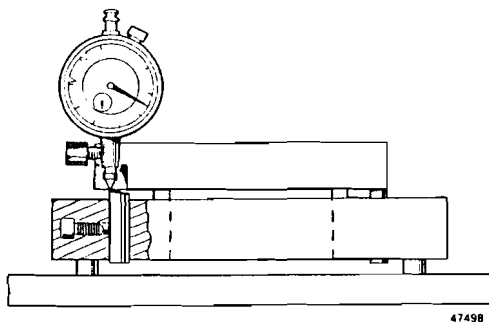

Fig. 51
- 4 Empujar el soporte lateralmente hasta que la punta del comprobador descansa sobre el punto más alto en una de las cuchillas, véase fig. 51. La profundidad de corte correcta (altura de la cuchilla) ha de ser de: 0,20 mm.